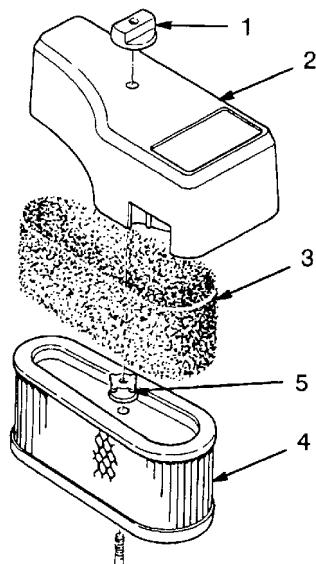

Bild 22
2. Schrauben Sie die Verschlusschraube los und entfernen den Luftfilterdeckel (Bild 22).
3. Schieben Sie den Schaumstoffeinsatz vorsichtig vom Papiereinsatz herunter (Bild 22).
4. Schrauben Sie die Mutter los und entfernen den Papiereinsatz (Bild 22).
2. Schieben Sie das Schaumelement vorsichtig auf den Papiereinsatz (Bild 22).
3. Schieben Sie den Luftfilter auf die lange Stange. Ziehen Sie die Mutter fest (Bild 22).
4. Bringen Sie die Luftfilterabdeckung und Verschluss-schraube an (Bild 22). Ziehen Sie das Feststellrad fest.